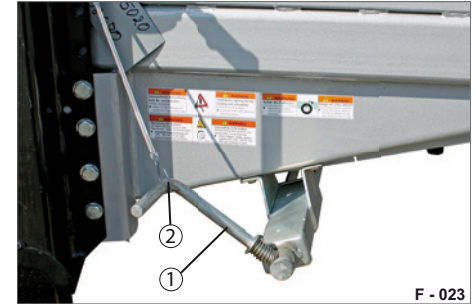

Abb. 48 Spindel-Feststellbremse gesichert
- ▶ Stülpen Sie den Haken des Sicherungsseils (Abb. 48/2) über die Kurbel (Abb. 48/1).